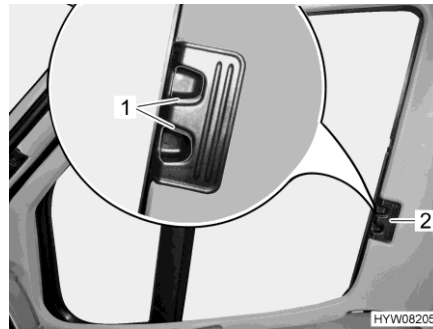

Bild 24 Plisségardin (förar-/passagerarfönster)
- Tryck ihop låshandtagen (Bild 24,1) och håll dem ihoptryckta.
- Ta tag i handtaget (Bild 24,2) och dra plisségardinerna för förar-/och passagerarfönstret till den andra fönstersidan och fäst med magnetrem-sorna.
- Ta tag i handtaget (Bild 24,2) till plisségardinerna för förarfönstret och passagerarfönstret och skjut in dem så långt det går.
- Släpp låshandtagen (Bild 24,1) och låt dem haka fast.